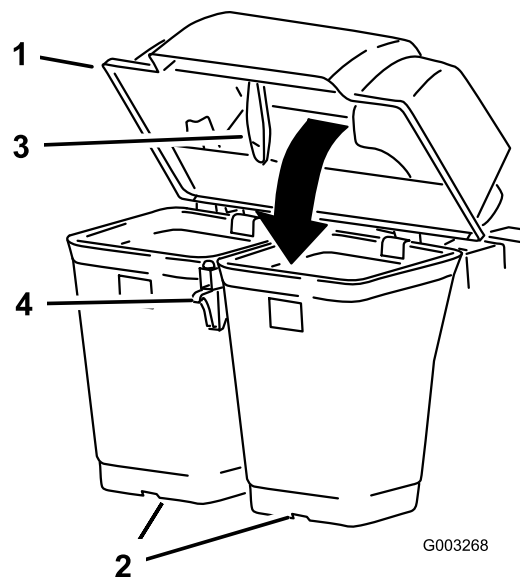

Figure 10
7. Abaissez le capot du système de ramassage sur les bacs (**Figure 10** ou **Figure 11**).